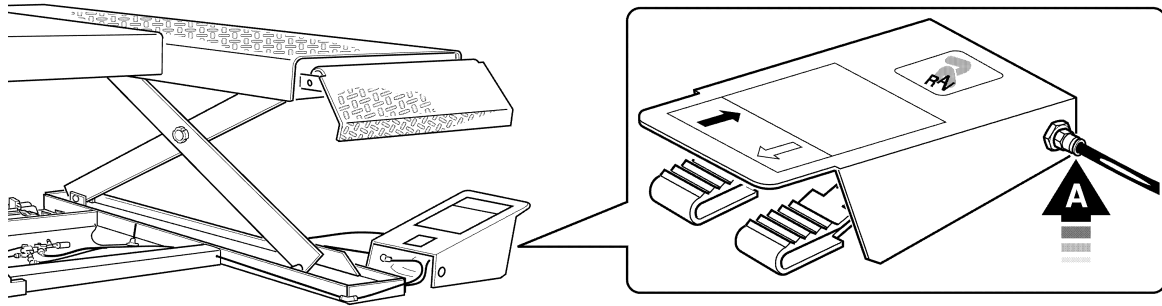
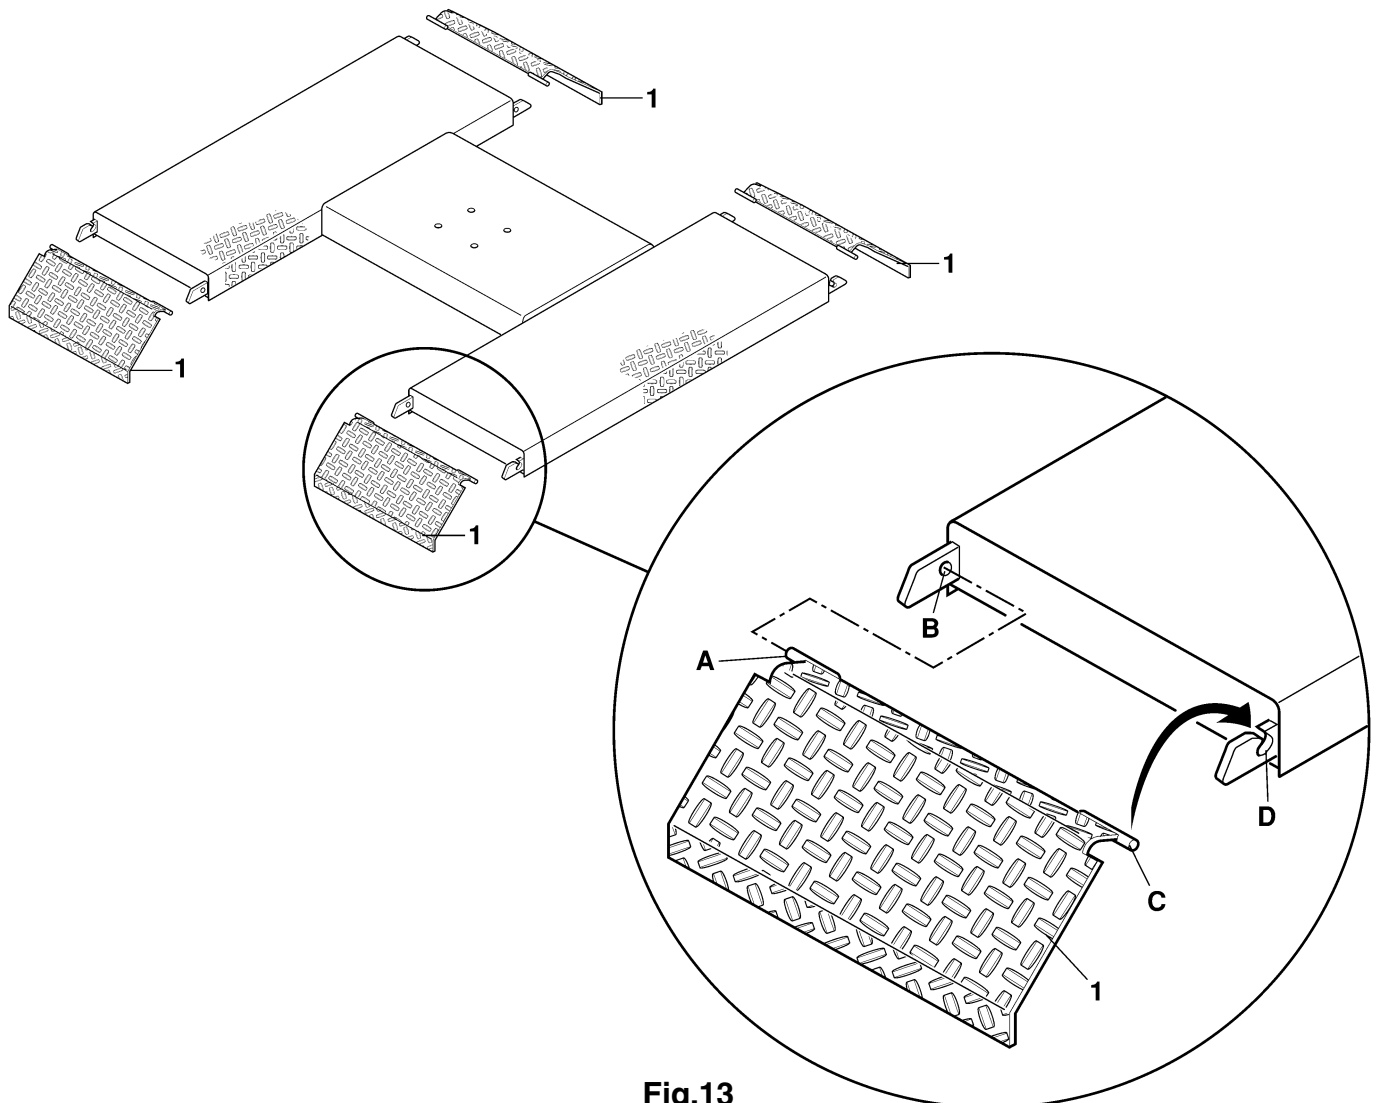

Fig.11
Fig.13
5.4 COLLEGAMENTO IMPIANTO PNEUMATICO (Fig. 11 - 12)
- Collegare l'alimentazione pneumatica in (A) con un tubo Ø 12 collegato alla rete mediante innesto rapido. Effettuare un paio di corse. Azionare il pedale di discesa e verificare che fra i denti dell'arpione (2) e quelli della barra dentata (3) ci siano circa 10 mm di distanza.
5.5 MONTAGGIO RAMPINE DI SALITA (rif. fig. 13)
5.4 COMPRESSED AIR CONNECTION (Fig. 11 - 12)
- Connect pneumatic supply with (A) with a quick-coupling Ø 12 pipe connected to mains. Make a couple of travels. Press the pedal and ensure that latch teeth (2) are about 10 mm away from the bar teeth (3).
5.5 ASSEMBLING THE RISE RAMPS (fig. 13)
5.4 ANSCHLUSS DER DRUCKLUFTANLAGE (Abb. 11 - 12)
- Die Druckluftanlage an (A) mit einer Leitung mit Ø 12, die mit dem Versorgungsnetz verbunden ist, mit dem Steckanschluss anschließen. Einige Hübe durchführen, das Pedal betätigen und sicherstellen, dass zwischen den Sperrzähnen (2) und den Zähnen der Zahnstange (3) ein Abstand von ungefähr 10 mm besteht.
5.5 MONTAGE DER AUFFAHRAMPEN (Abb. 13)
5.4 CONNEXION DE L'INSTALLATION PNEUMATIQUE (Fig. 11 - 12)
- Raccorder l'alimentation pneumatique en (A) avec un tuyau Ø 12 branché au réseau au moyen d'un raccord rapide. Effectuer deux courses. Actionner les pédales de descente et vérifier que la distance qu'entre les dents du cliquet (2) et celles de la barre dentée (3) est d'environ 10 mm.
5.5 MONTAGE DES RAMPES DE MONTEE (réf. fig. 13)
5.4 CONEXIÓN INSTALACIÓN NEUMÁTICA (Fig. 11 - 12)
- Conectar la alimentación neumática a (A) con un tubo Ø 12 conectado a la red mediante acoplamiento rápido. Efectuar un par de carreras. Accionar el pedal de bajada y comprobar que entre los dientes del trinquete (2) y los de la barra dentada (3) haya unos 10 mm de distancia.
5.5 MONTAJE RAMPAS DE SUBIDA (ref. fig. 13)